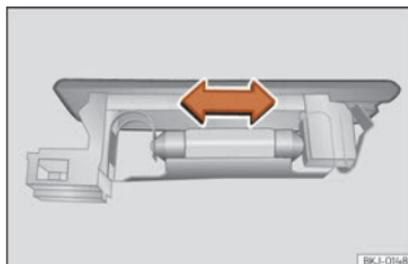

Fig. 63 Luz da bagageira.
- Pressione a lâmpada lateralmente e retire-a do alojamento »» Fig. 63.